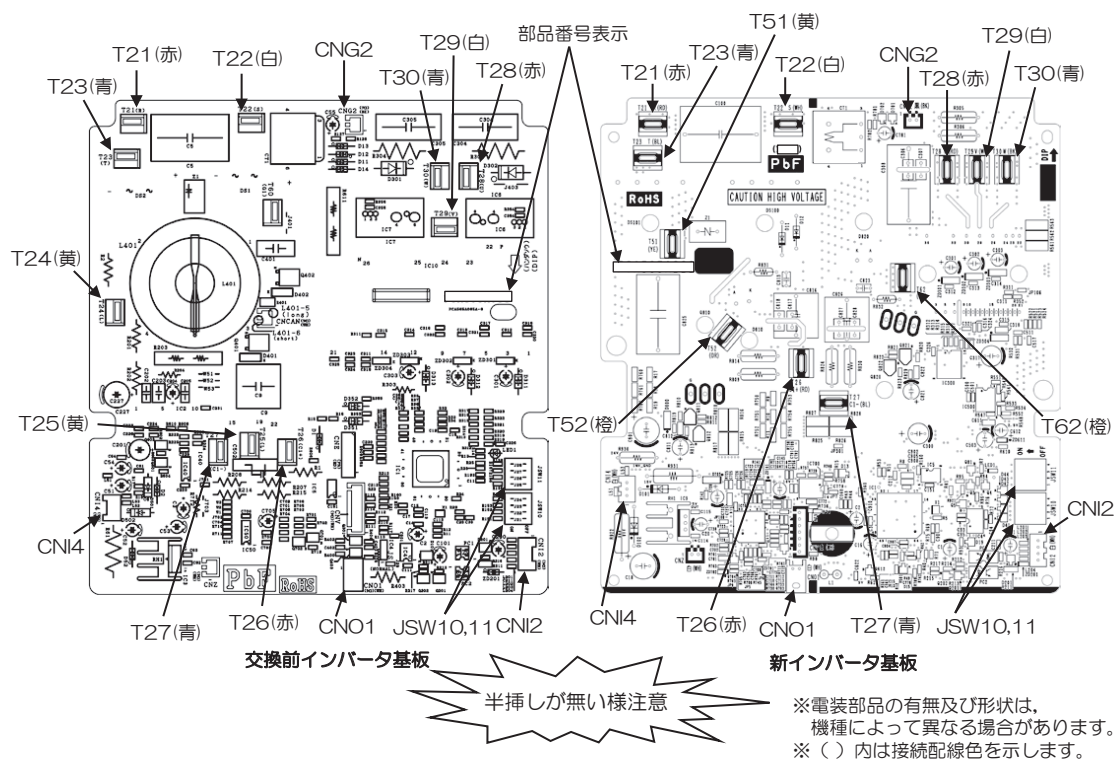
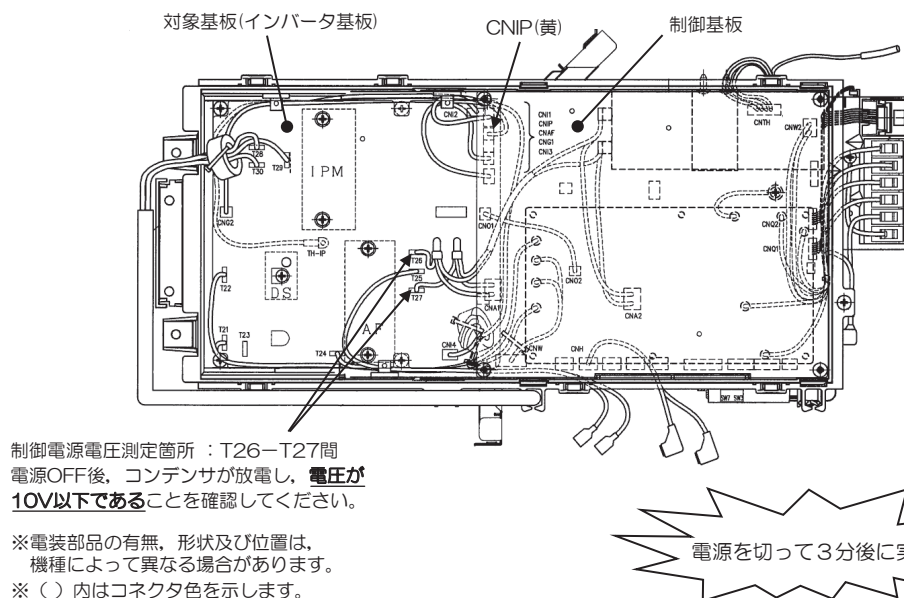

図1. 部品配置図
図2. 電圧測定箇所及び制御基板CNIPコネクタ位置
下記の要領でインバータ基板（図1）の交換を行ってください。
ハーネスが接続されている状態で、図2に示すT26, T27間のDC電源電圧を測定し、10V以下（コンデンサ放電後の電圧）であることを確認してください。
- 図1で示すインバータ基板上のコネクタおよびファストン端子を外してください。また、図2で示す制御基板のコネクタ1か所（CNIP）を取外してください。
- ※接続先の位置が交換前と変わっているものがあります。図1を参照して同じ記号の箇所へ接続してください。